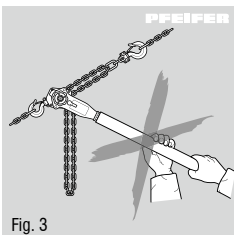

Fig. 3
- Non è ammesso un prolungamento della leva (fig. 3).